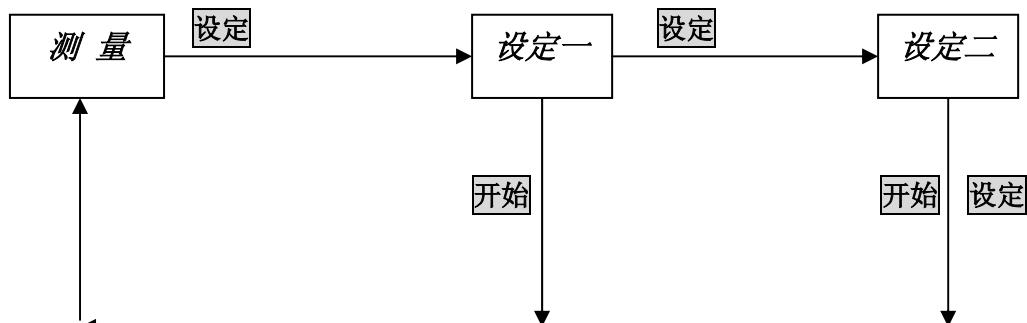

图 2-3 状态转换及按键示意图
**必须根据图 2-3 回到“测量”状态方可进行测量操作。**